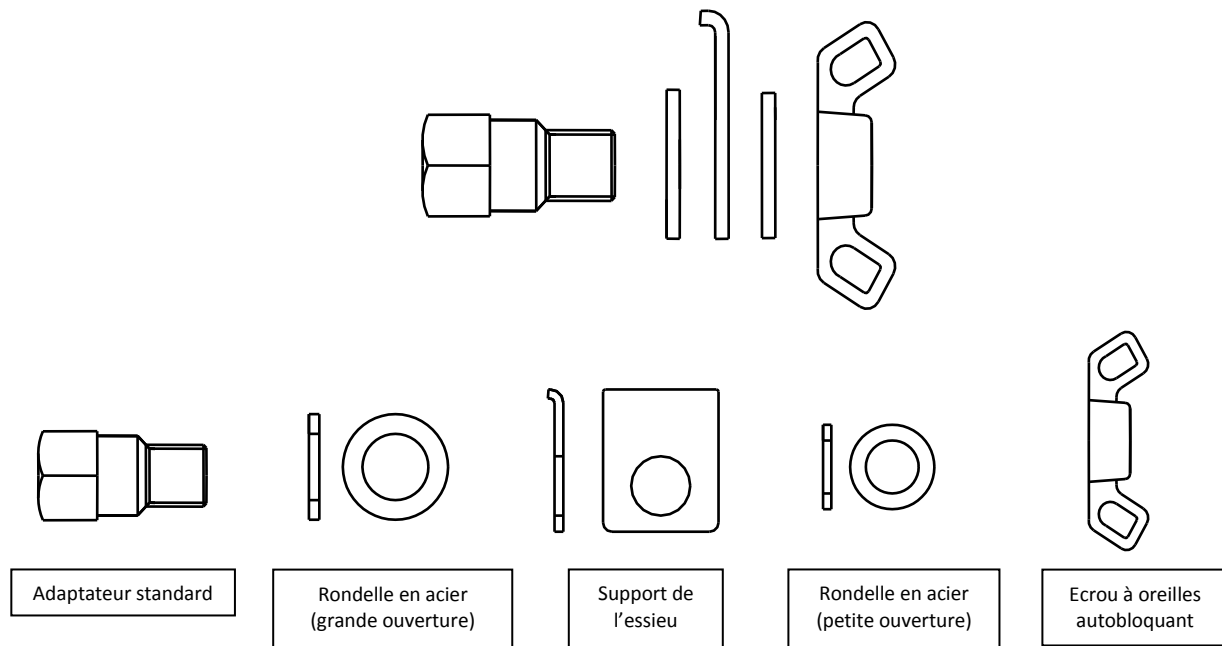

Figure 2 Montage de l'adaptateur standard de la Maya Cycle
C) Montez les pièces de l'adaptateur standard suivant la séquence indiquée dans la Figure 2.